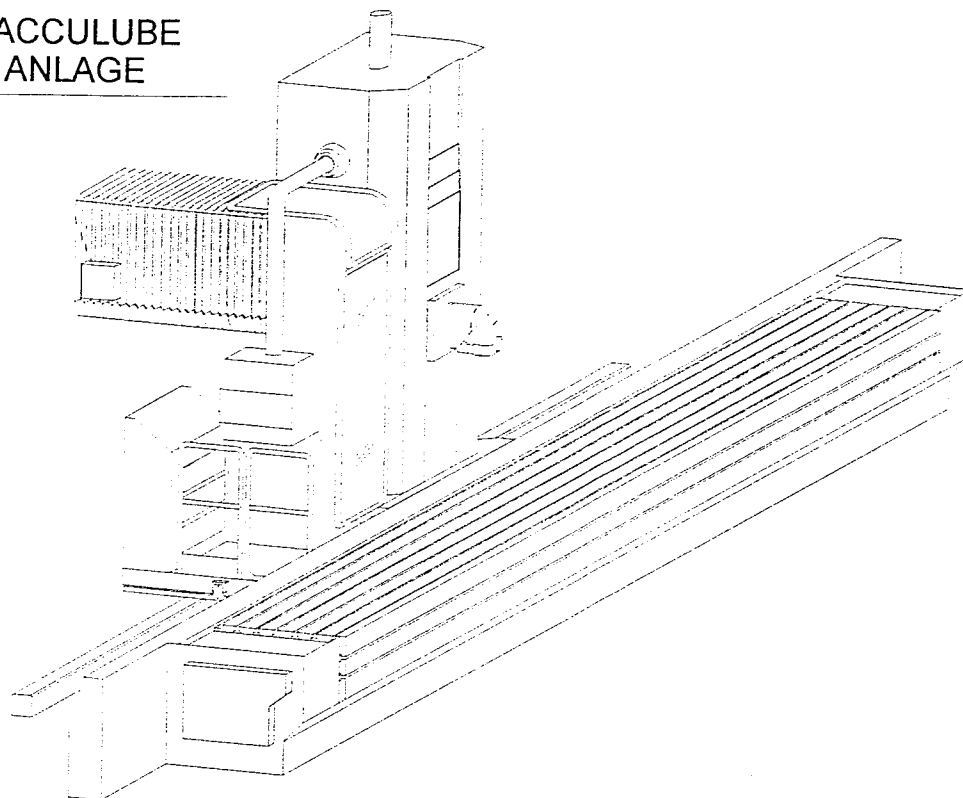

Fig. 12a - Refrigerazione nebulizzata
- regolazione aria e liquido a bordo serbatoio, capacità 0.3 lt., (vedi Fig. 12a)